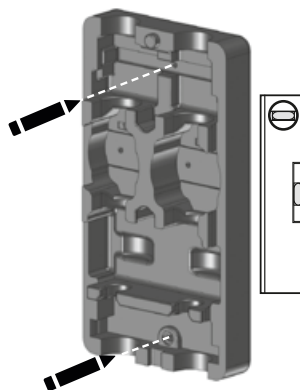

Fig. 9
2. allentare le calotte di collegamento sulla valvola miscelatrice a tre vie con l'aiuto di una chiave da 52mm e rimuovere la valvola miscelatrice (fig. 9)